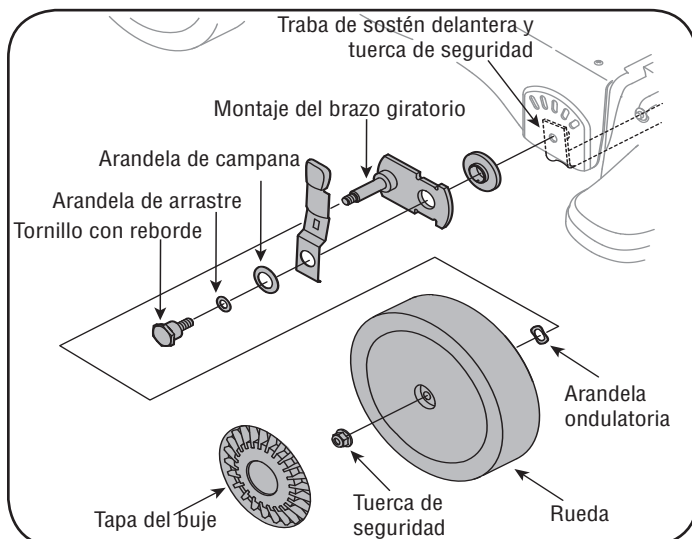

Figura 23
1. **Ruedas** - Sitúe unas pocas gotas de aceite SAE 30 en cada tornillo con reborde una vez por temporada. Consulte la figura 23 en la página 18.
4. Saque las tapas de buje delanteras, las tuercas de seguridad de brida, las ruedas delanteras y las arandelas ondulatorias que van unidas a los montajes del brazo giratorio. Vea la figura 23.